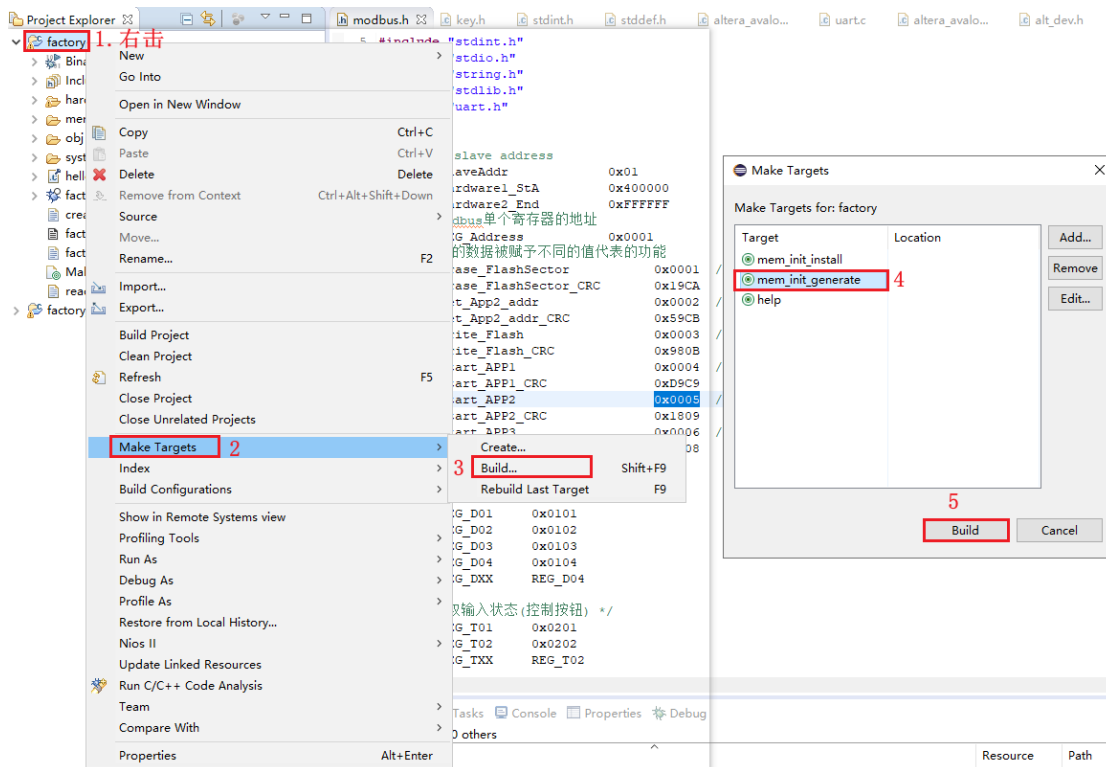

图 1-6 生成 Nios 工程的 HEX 文件
(4) 点击 Add Hex Data 添加 Nios 编写的程序，这个首先需要我们打开 Factory 工程下的 Nios 程序生成 HEX 文件，右击 factory，选择 Make Targets->Build->mem_init_generate->Build，如下图 1-6 所示。